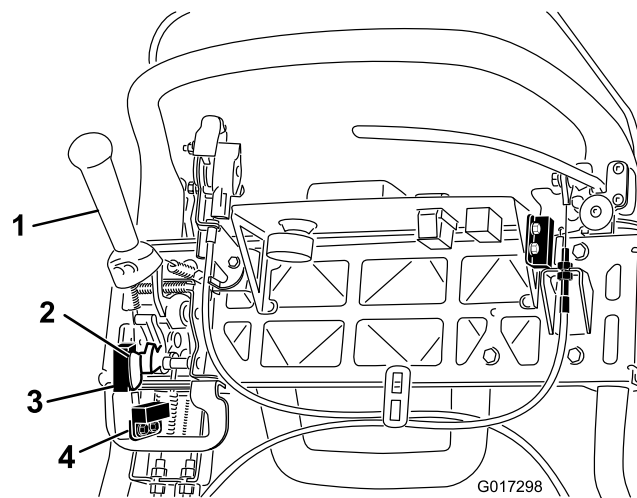

Figura 39
4. Afloje las fijaciones de montaje del interruptor de seguridad (Figura 39).
5. Coloque un suplemento de 1,6 mm de grosor entre la palanca de tracción y el interruptor de seguridad (Figura 39).
4. Afloje las fijaciones del sensor de siega (Figura 39).
5. Coloque un suplemento de 1,6 mm de grosor entre la bandera del sensor de siega y el sensor de siega (Figura 39).